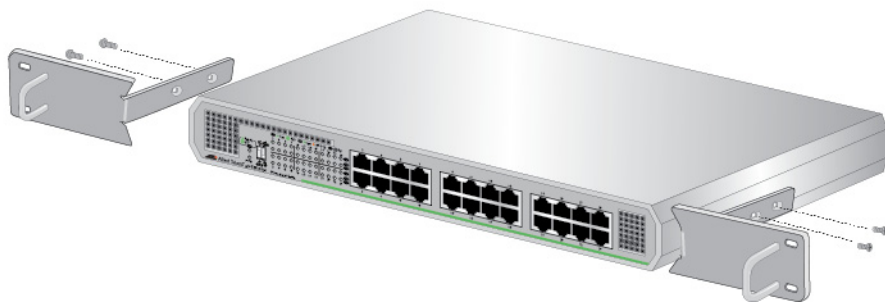

Рисунок 42. Крепление кронштейнов к коммутатору
3. Прикрепите кронштейны к коммутатору при помощи винтов М3х6мм и крестовой отвертки, как это показано на рис. 42.